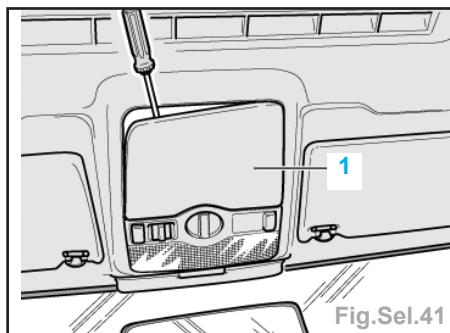

Fig.Sel.41
- Déposer le cache (1) du moteur d'actionnement (Fig.Sel.41).